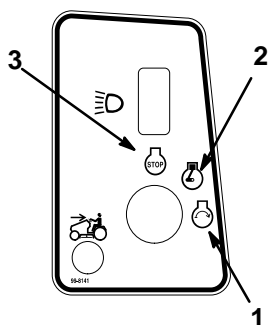

Abbildung 9
6. Den Zündschlüssel im Uhrzeigersinn drehen und auf "START"-Position halten (Abb. 9). Wenn der Motor anspringt, den Schlüssel loslassen.
2. Den Zündschlüssel auf "OFF" drehen (Abb. 9).